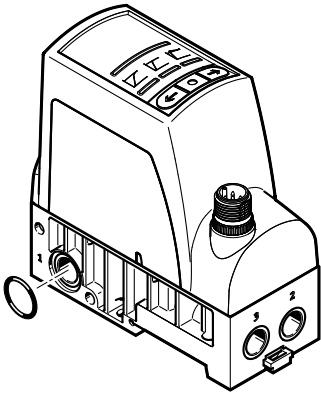

Fig. 2 O-Ring einlegen
1. Verschlusschraube und Dichtmaterial aus Kanal (1) entfernen.
2. O-Ring in den Kanal (1) zwischen 2 Ventilen einlegen -> Fig.2.